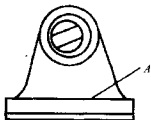

图 1-2-23 毛坯工件的找正
1) 当毛坯上有不加工表面时, 通过找正后再划线, 可使加工表面与不加工表面之间保持尺寸均匀。图 1-2-23 所示的轴承架毛坯, 内孔和外圆不同轴, 底面和上平面 A 不平行, 划线前应找正。在划内孔加工线之前, 应以外圆为找正依据。用划规找出其中心, 然后按求出的中心划出内孔的加工线。这样, 内孔与外圆就可达到同轴要求。在划轴承座底面之前, 同样应以上平面 (不加工表面 A) 为依据, 用划线盘找正成水平位置, 然后划出底面加工线, 这样, 底座各处的厚度就比较均匀。